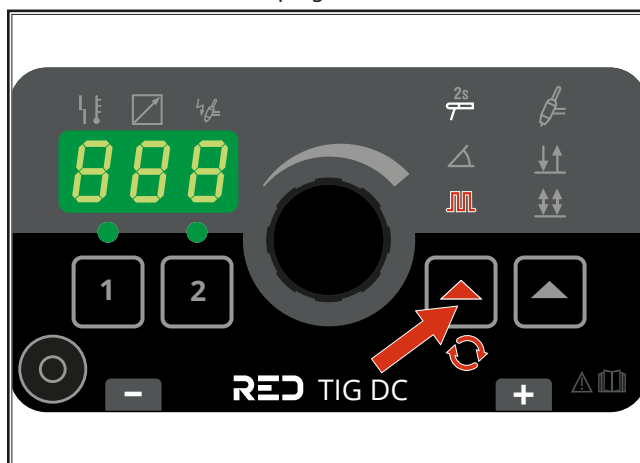

Fig. 11: Ligar o pulso
- ➔ Se a função de pulsação for desejada, ative-a como mostrado na Fig. 11.